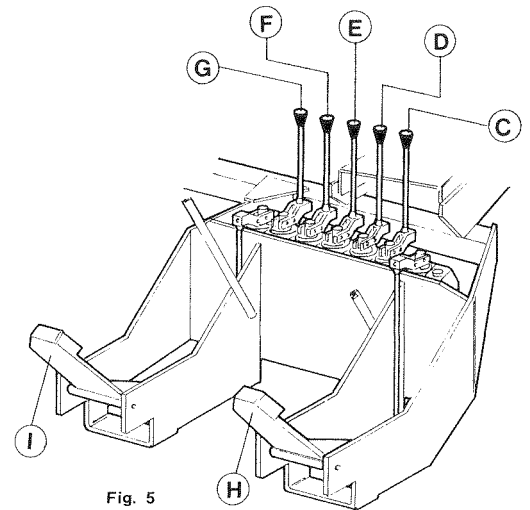

Fig. 5
- il distributore posto in alto sulla colonna (fig. 5) serve per il comando della gru e i loro movimenti si realizzano con le leve (C, D, E) e con i pedali (H, I) mentre i movimenti di eventuali accessori idraulici si realizzano con le leve (F, G).
- The distributor on the top seat, on the column, (fig. 5), operates the crane functions through levers (C,D,E) and pedals (H, I), eventual supplementary functions are through levers (F, G).
- Le distributeur, placé en hauteur sur la colonne (fig. 5), actionne les mouvements de la grue au moyen des leviers (C,D,E) et des pédales (H, I); le fonctionnement d'éventuels accessoires hydrauliques s'obtient au moyen des leviers (F, G).
- Die Hebel (C, D, E) und (H, I) am Steuerblock des Hochsitzes an der Säule (Bild 5) sind zur Bedienung der Kranbewegungen. Eventuelle zusätzliche Funktionen erfolgen durch weitere Hebel (F, G).